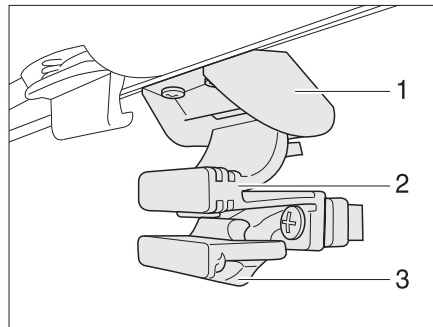

Fig. 51 Ventana en la puerta de entrada
- Empujar el seguro (Fig. 51,3) hacia abajo.
- Apretar tirador (Fig. 51,2) y empujar la ventana hacia abajo.
- Empujar la ventana hacia abajo, hasta que el tirador (Fig. 51,2) engatille en el bloqueo (Fig. 51,1).